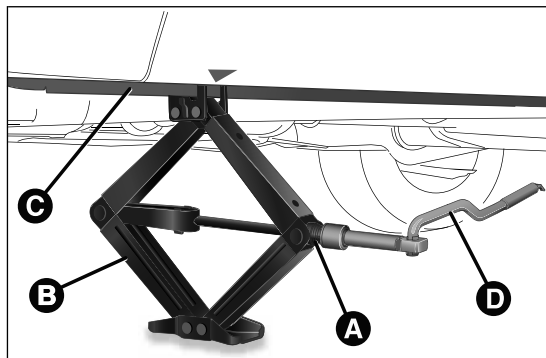

fig. 150
- ❑ Introducir la manivela D fig. 150 en el alojamiento del dispositivo A, accionar el gato y levantar el vehículo, hasta que la rueda se levante del suelo unos centímetros;